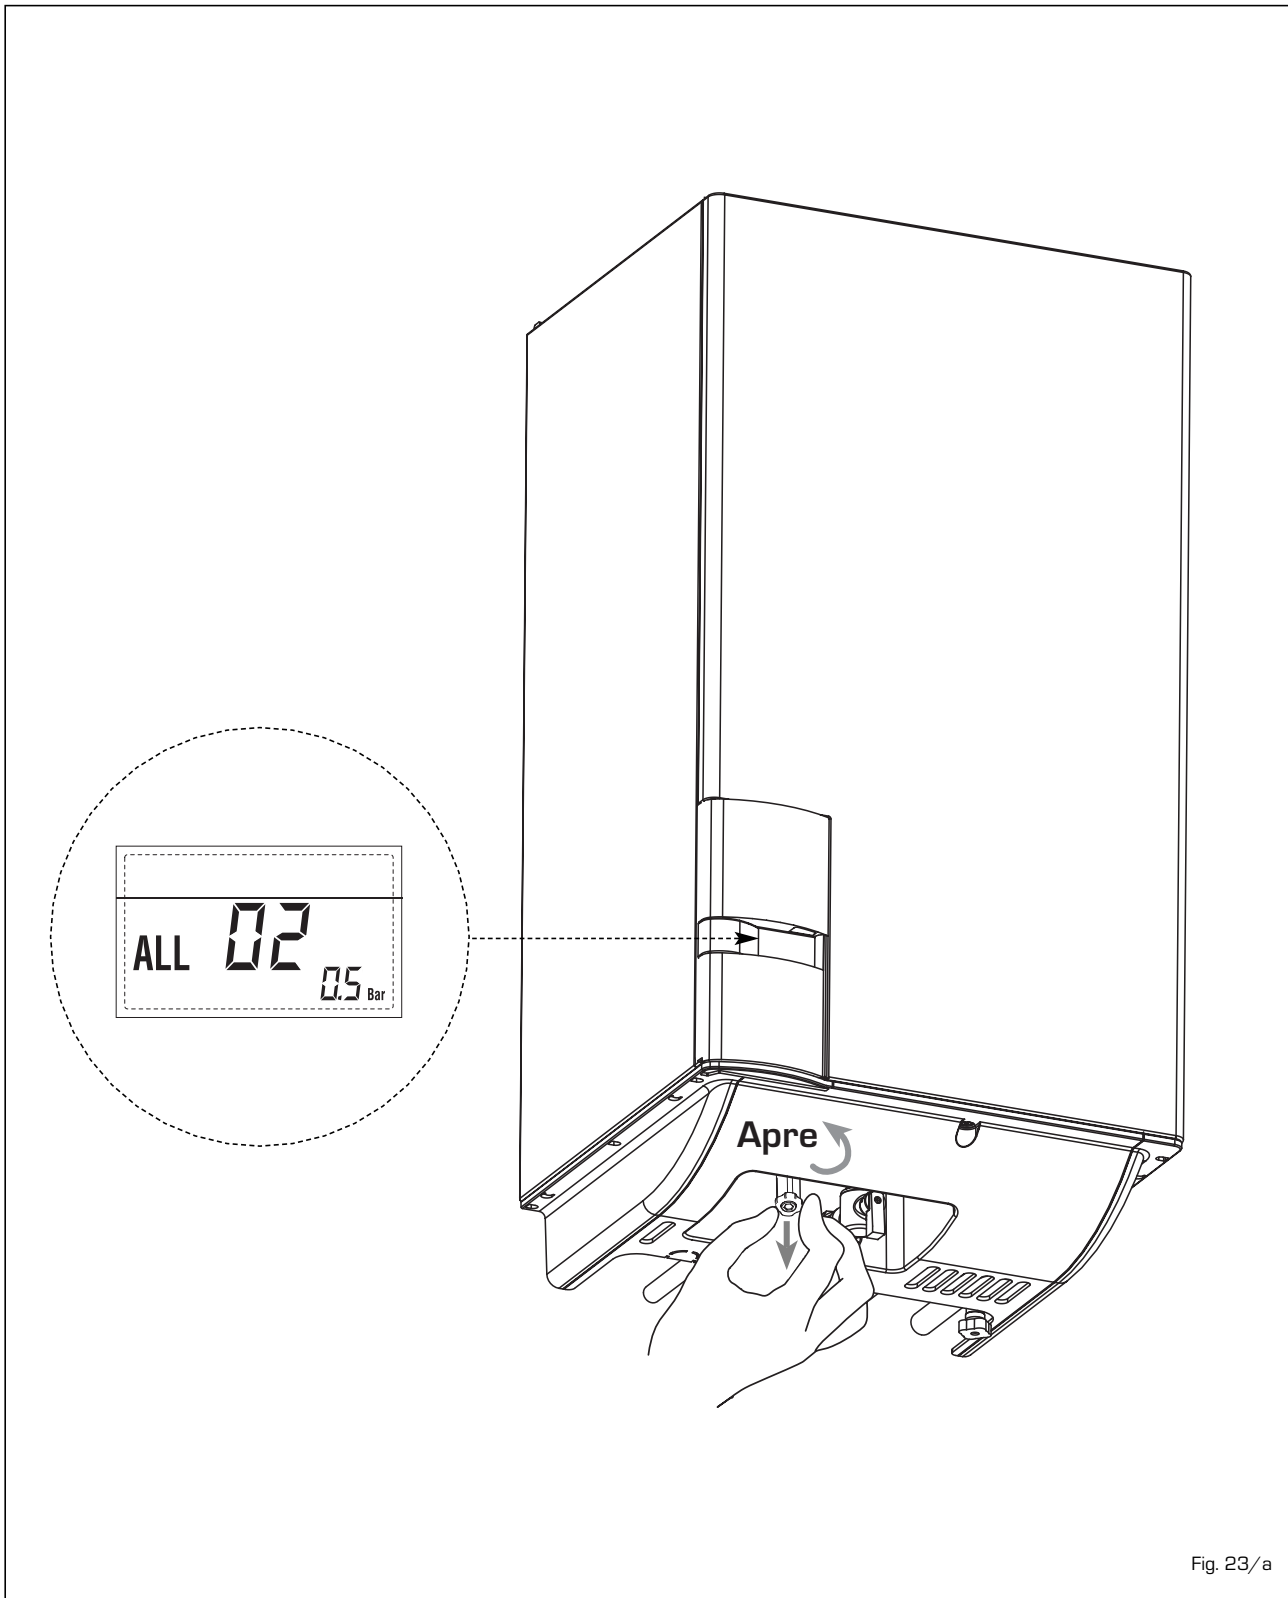

Fig. 23/a
- **ANOMALIA ALTA PRESSIONE ACQUA "ALL 03" (fig. 23/b)**